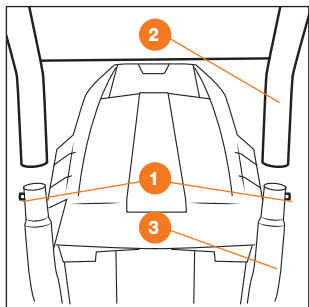

Рис. 5
Установите рукоятки, нажмите фиксаторы ❶ и вставьте рукоятку ❷ в направляющие рамы ❸ (Рис. 5). Для АВД **DAW 2500SW** рукоятку ❷ можно установить в одно из двух положений (Рис. 6-7).